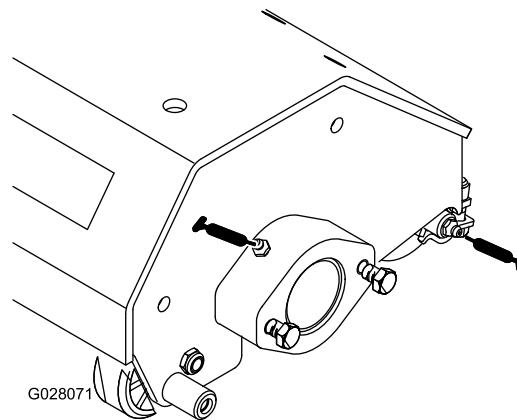

Figura 12
2. Aplique massa nos rolamentos do eixo do triplo-rolo e nos rolamentos do rolo traseiro (Figura 12) até sentir pressão.